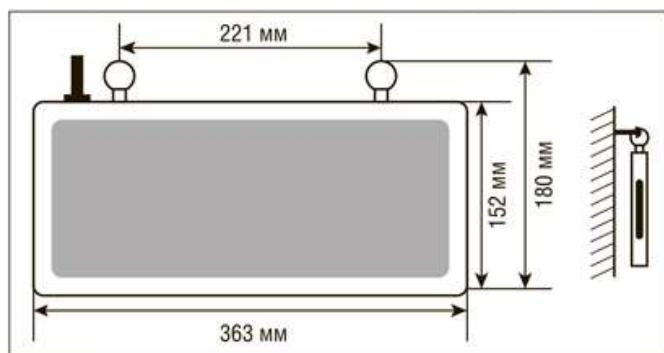

Рисунок 1.
- При накладном способе монтажа подготовьте два отверстия по месту установки согласно расположению монтажных отверстий светильника. Установите саморезы в отверстия. Установите светильник на стену с помощью монтажных колец в верхней части светильника (Рис.1) или с помощью монтажных отверстий на задней стенке светильника. (Рис.2)*.